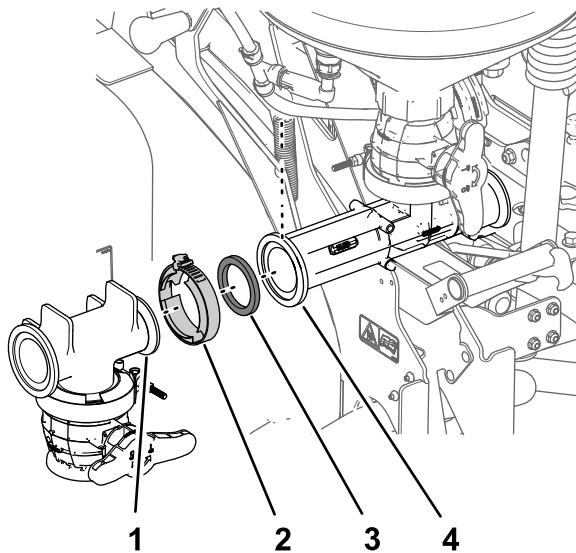

Bild 24
1. Fluchten Sie den Flansch des T-Anschlussstücks für das Ablassventil mit dem vorderen Flansch des Ejektors aus (Bild 24).
2. Montieren Sie das T-Anschlussstück mit einer Dichtung und Flanschklemme am Ejektor und ziehen Sie die Klemme mit der Hand an (Bild 24).